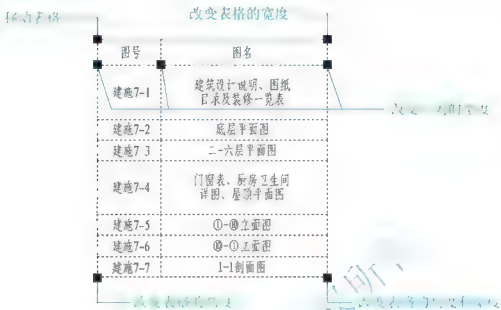

图 3.127 表格夹点的作用
(1) 编辑表格尺寸: 在命令行无命令的状态下选中表格, 会在表格的 4 个角点和各列的顶点处出现夹点。可以通过拖动相应的夹点来改变相应单元格的尺寸, 如图 3.126 所示。表格中夹点的作用如图 3.127 所示。